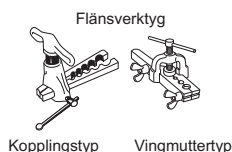

Fig. 4
- 5) Uppflänsningsarbete (Fig. 4, 5). Håll fast kopparröret i den dimension som visas i tabellen. Välj A mm från tabellen enligt verktyget du använder.